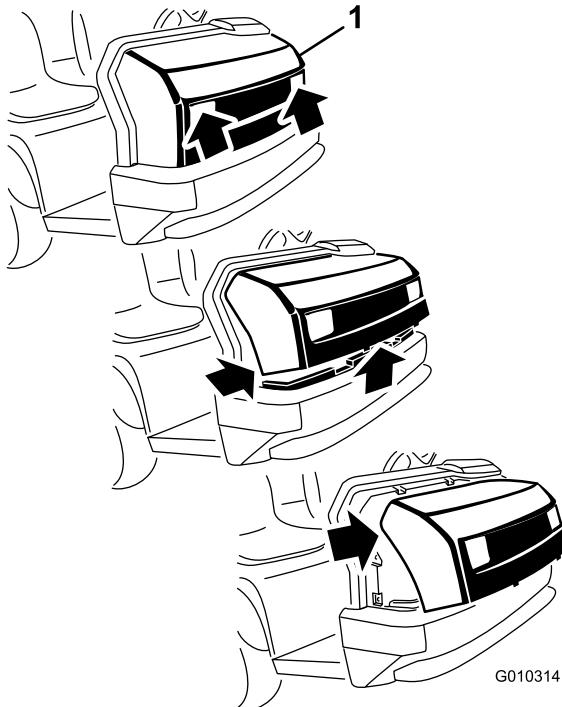

Figura 10
1. Sujete el capó por los orificios de los faros y levántelo para poder liberar las pestañas de montaje inferiores de las ranuras del bastidor (Figura 10).
2. Gire hacia arriba la parte inferior del capó hasta que pueda retirar las pestañas de montaje superiores de las ranuras del bastidor (Figura 10).
3. Gire hacia adelante la parte superior del capó y desenchufe los conectores de cable de los faros (Figura 10).